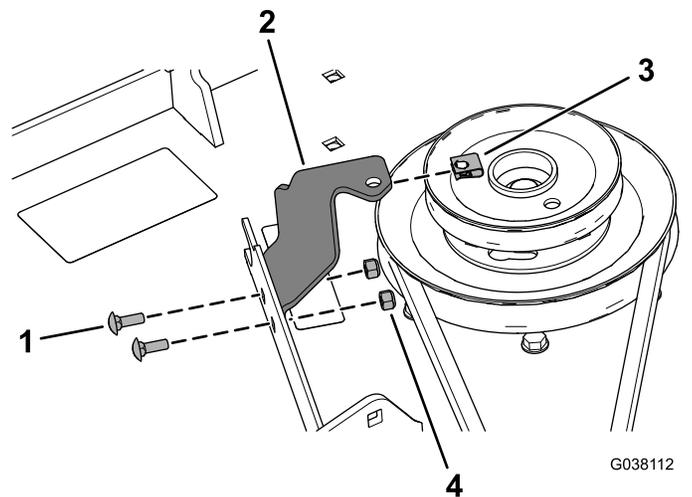

Figure 33
- 7. Fixez le support du couvercle de courroie sur le plateau de coupe à l'aide de 2 boulons de carrosserie ($\frac{1}{4}$ " x $\frac{3}{4}$ ") et de 2 contre-écrous ($\frac{1}{4}$ "), comme montré à la Figure 33.
- 8. Placez l'écrou rapide sur le support du couvercle de courroie (Figure 33).